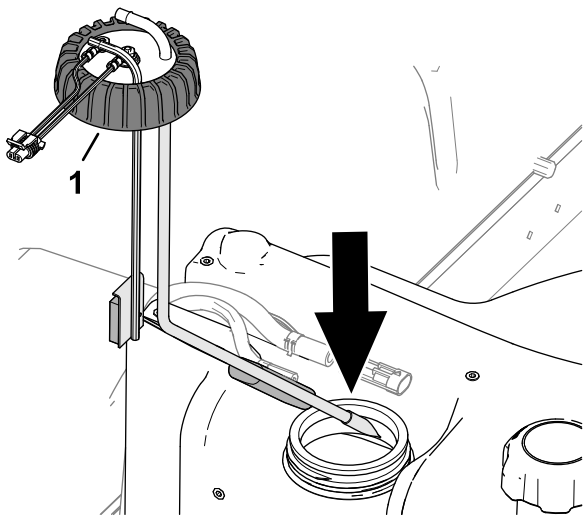

図 92
2. 燃料供給チューブとフロートを燃料タンク内部に注意深く取り付ける 図 92。